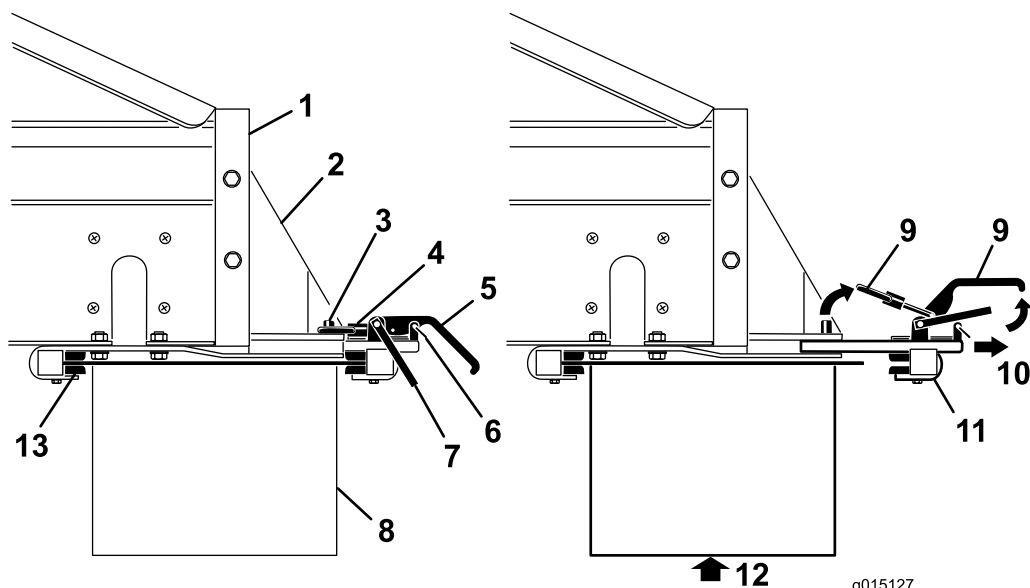

图 3
3. 卸下锁紧手柄 (图 3) 上的安全门夹。
4. 提起安全门然后提起附件连接锁紧手柄再从锁销中放开锁环 (图 3)。
5. 将后部的附件连接锁紧组件滑出快速连接槽 (图 3)。
6. 在他人协助下、将位于 MH-400 后部的上下交叉输送机/转盘的前端插入固定架前部的锁紧装置 (图 3)。
7. 在为交叉输送机/转盘提供支撑的同时、将后部附件连接锁紧组件滑入支架的槽内、并位于尾端上方 (图 3)。
9. 将安全门夹装回锁紧手柄 (图 3)。